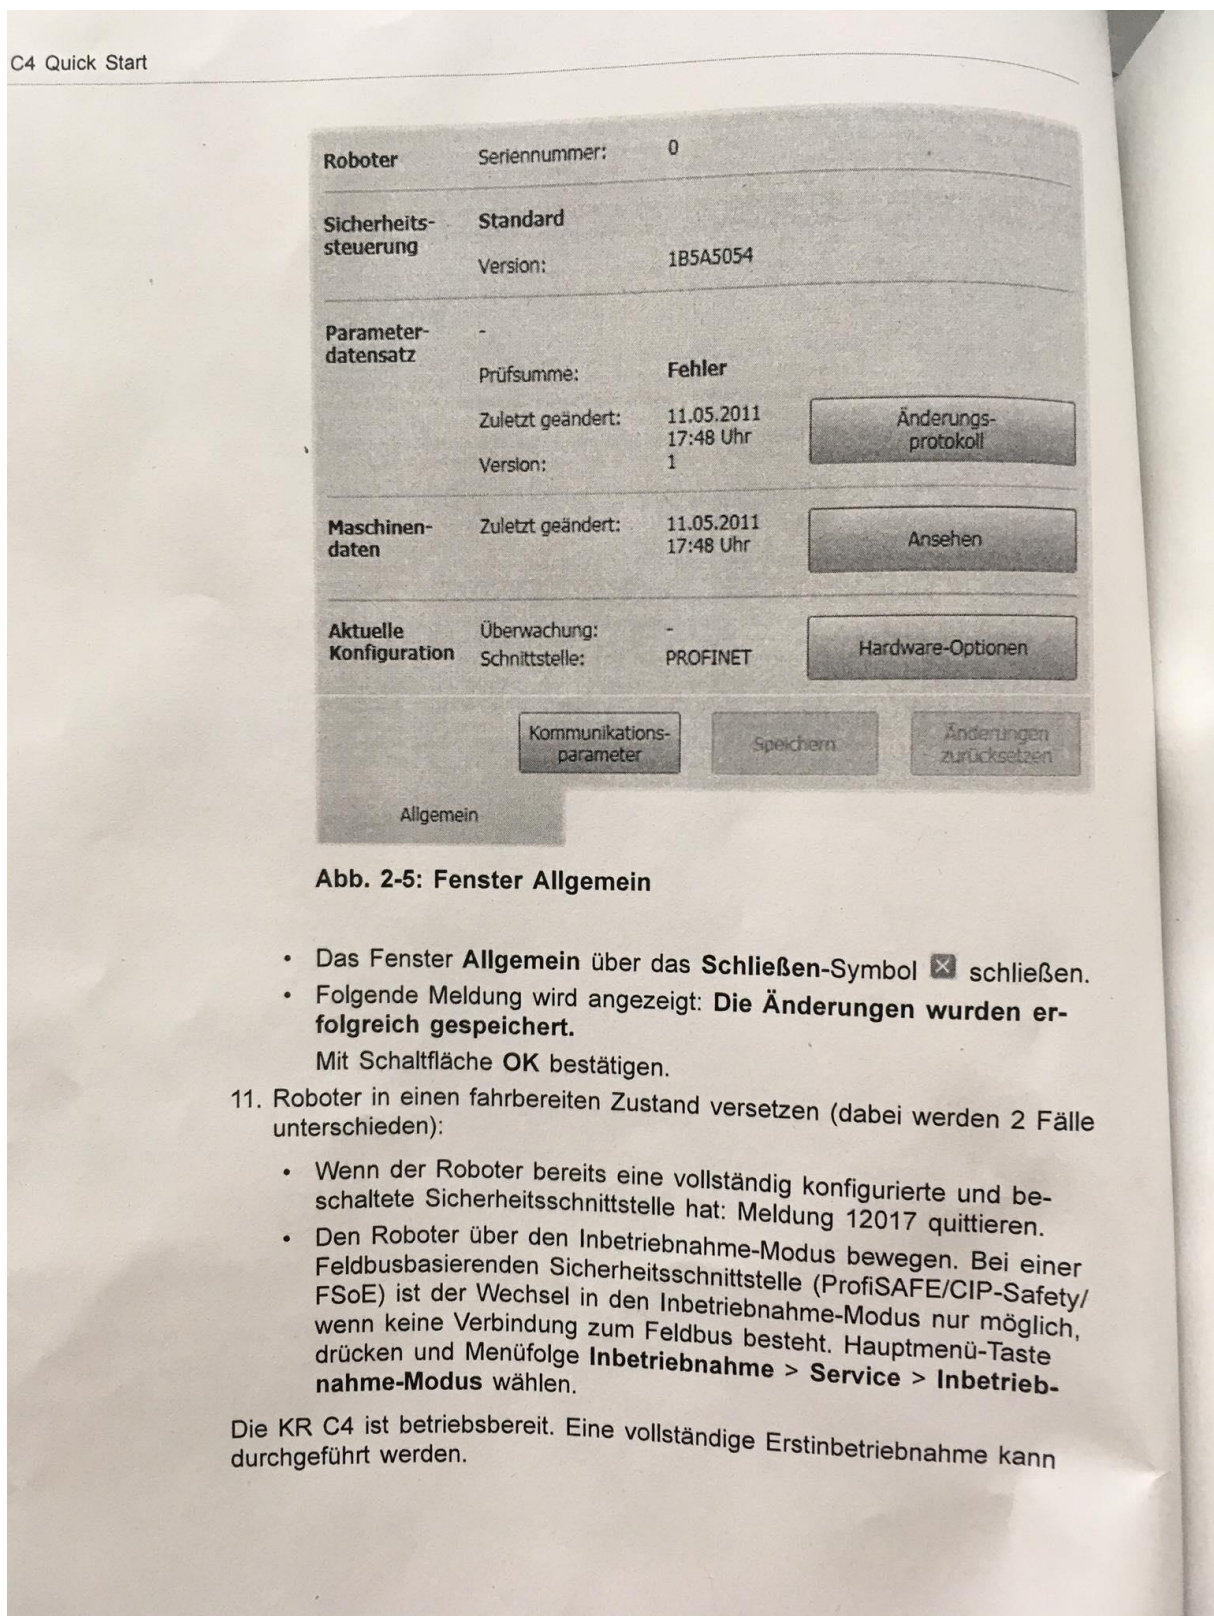

Abb. 2-5: Fenster Allgemein
- Schaltfläche **Jetzt aktivieren** drücken. Das Fenster **Allgemein** öffnet sich. (>>> Abb. 2-5)